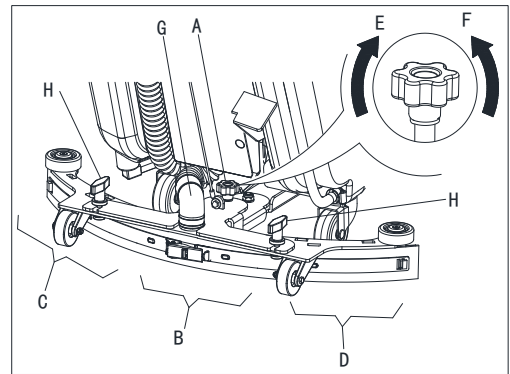

Abbildung 5
- Installieren Sie die Rakel und schrauben Sie die Mutter (H) nach oben. Schließen Sie nun den Saugschlauch (G) an die Rakel.
- Stellen Sie die Rakel über den Rakel-Einstellgriff (A, Abb. 5) ein.
- Bei einer Lücke zwischen dem Boden und dem des Heckrakelblatts (B) wird der Knopf (A) gegen den Uhrzeigersinn in Richtung (F) gestellt, bis das gesamte Heckrakelblatt guten Bodenkontakt aufweist und das vordere Blatt den Boden leicht berührt.
- Bei einer Lücke zwischen dem Boden und beiden Blattenden (C und D) wird der Knopf (A) im Uhrzeigersinn in Richtung (E) gestellt, bis beide Heckrakelblattenden guten Bodenkontakt aufweisen und das vordere Blatt den Boden leicht berührt.